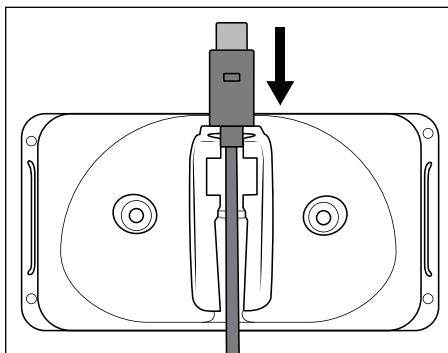
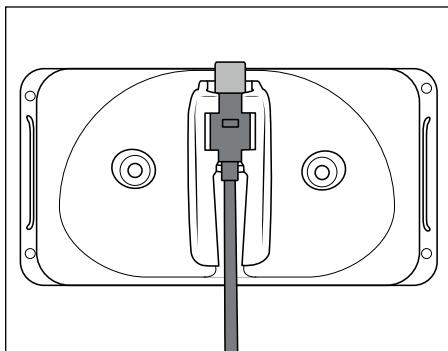

Abb. 1
Abb. 2
- Stellen Sie sicher, dass sich keine Stromleitungen oder andere Leitungen oder Rohre in der Wand befinden, in der Sie die Löcher für den Wandhalter ③ bohren wollen. Es besteht Lebensgefahr, wenn Sie eine stromführende Leitung anbohren!
- 1) Setzen Sie den USB-C-Stecker ⑤ des USB-Ladekabels ④ in den Wandhalter ③ ein (siehe Abb. 1). Schieben Sie den USB-C-Stecker ⑤ nach unten, bis er im Wandhalter ③ einrastet (siehe Abb. 2).